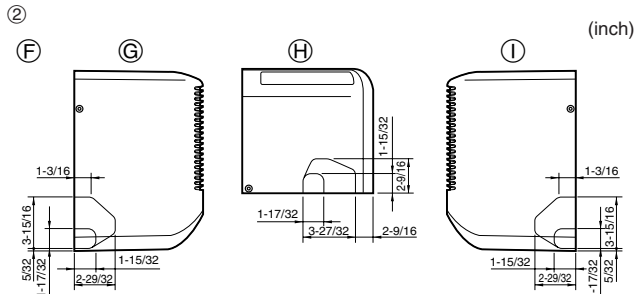

Fig. 4-3
- ② Determine la posición de los agujeros ciegos en la unidad (Fig. 4-3)